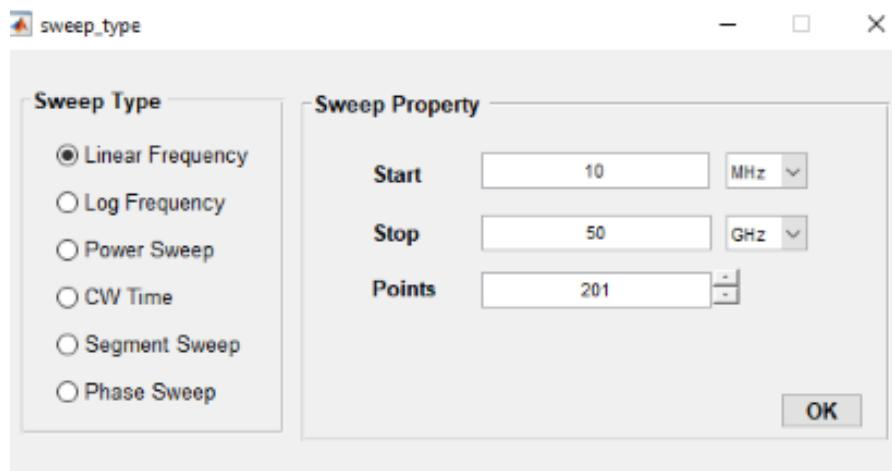

**Figura 20:** Interfaz gráfica de usuario para la conexión y configuración del PNAX.
- En la **Figura 20**, se muestra la interfaz gráfica de usuario lista para ser usada.
- Para la medición del Source Pull y Load Pull deberá realizar previamente la calibración del sistema (ir al menú **Response** de la **Figura 20**, seleccionar submenu **Cal, Load Pull, Load Pull Calibration**. Se abrirá una nueva ventana como se observa en la **Figura 21**
3. Ir al menú **Response** de la **Figura 20** y presionar el submenú **Search optim input and output Impedance**. Se abrirá una ventana como se observa en la **Figura 34**.